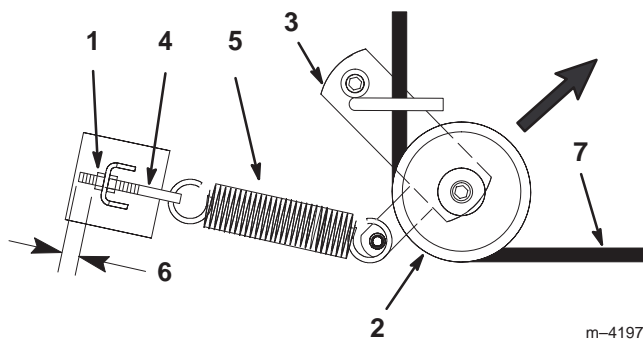

Figure 42
4. Tirez la poulie de tension dans la direction indiquée à la Figure 42 et retirez la courroie des poulies.
5. Faites passer la courroie neuve dans le bras de tension et autour de la poulie de tension (Fig. 42).
6. Tirez la poulie de tension dans la direction indiquée à la Figure 42 et acheminez la courroie autour des autres poulies (Fig. 43).
Remarque : Vérifiez que la longueur de filetage du boulon à œil visible est de 3 mm (1/8") (Fig. 42).